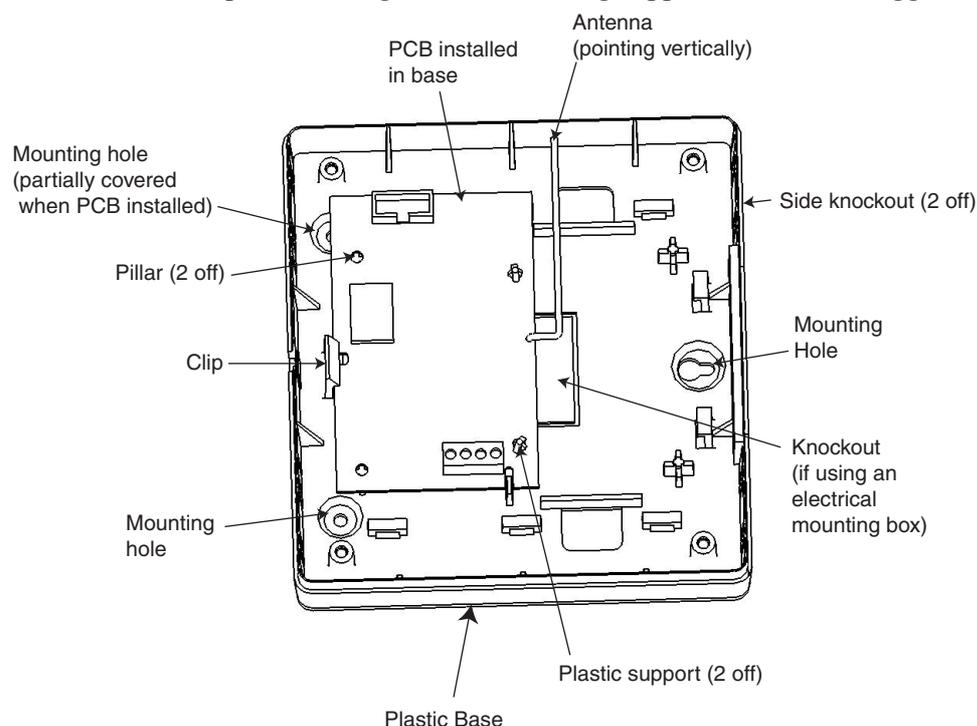

Figura 26. Base di plastica con la PCB installata
- La base di plastica deve essere montata in modo tale che quando la PCB è installata l'antenna si trovi in posizione verticale (vedere la **Figura 26, Base di plastica con la PCB installata**).